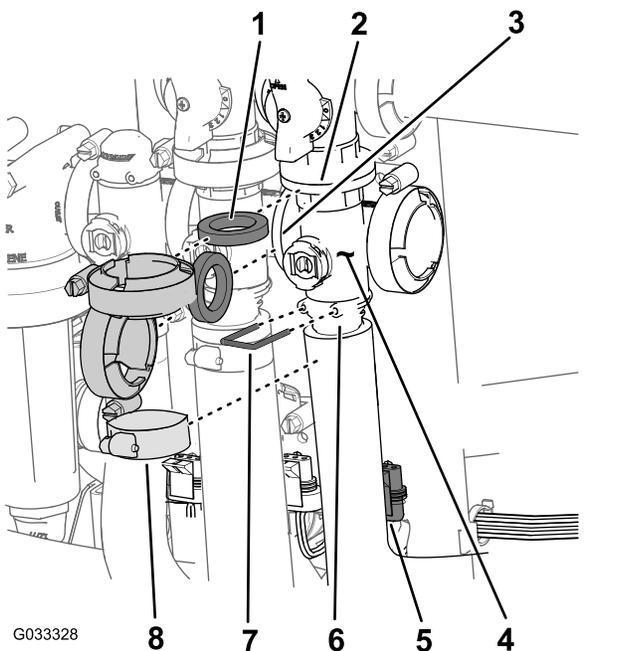

图 72
1. 拆下将主喷洒臂段阀歧管图 72 固定至主喷洒臂段旁通阀、搅拌阀和主喷洒臂段歧管阀在流量计的软管末端的夹具和垫片。
2. 拆下将出口接头固定至主喷洒臂段阀歧管的卡环 **图 72**。